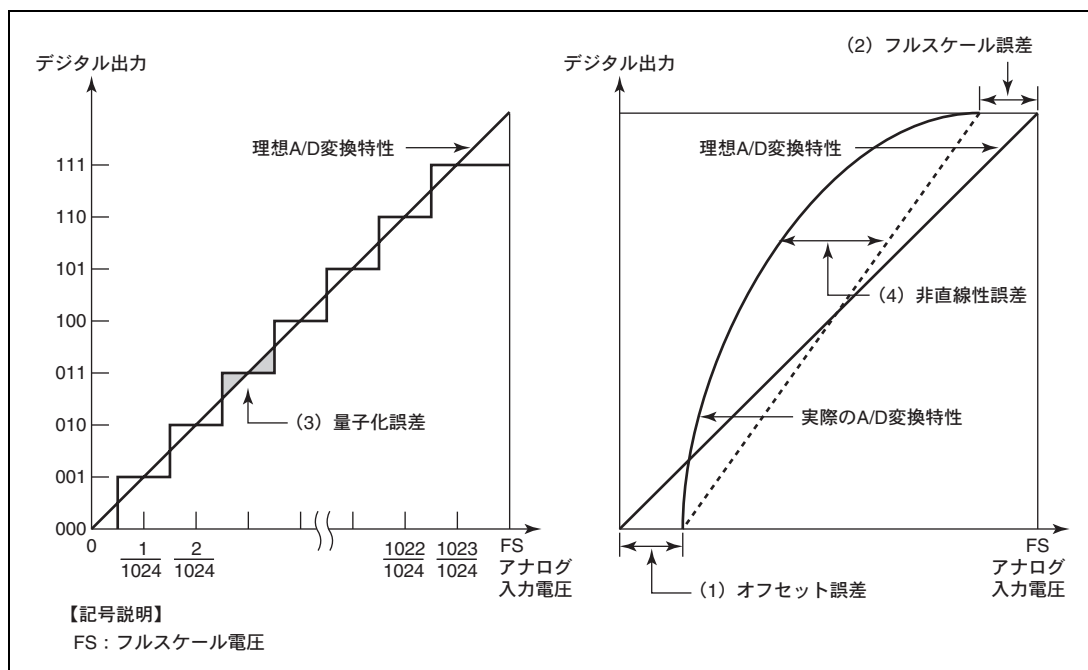

図 28.7 A/D 変換精度の定義
図 28.7 に沿って、上記 1.~4.の誤差を説明します。ただし、図ではわかりやすいように、10 ビットの A/D 変換器を 3 ビットの A/D 変換器に単純化しています。オフセット誤差とは、デジタル出力値が最小値（ゼロ電圧）B'000000000（図では 000）から B'000000001（図では 001）に変化するときの、実際の A/D 変換特性と理想 A/D 変換特性との偏差（図 28.7 (1)）です。フルスケール誤差とはデジタル出力値が B'111111110（図では 110）から最大値（フルスケール電圧）B'111111111（図では 111）に変化するときの、実際の A/D 変換特性と理想 A/D 変換特性との偏差（図 28.7 (2)）です。量子化誤差とは、A/D 変換器が本質的に有する誤差であり、1/2LSB で表されます（図 28.7 (3)）。非直線性誤差とは、ゼロ電圧からフルスケール電圧までの間の実際の A/D 変換特性と理想 A/D 変換特性との偏差（図 28.7 (4)）です。ただし、オフセット誤差、フルスケール誤差、量子化誤差は含みません。